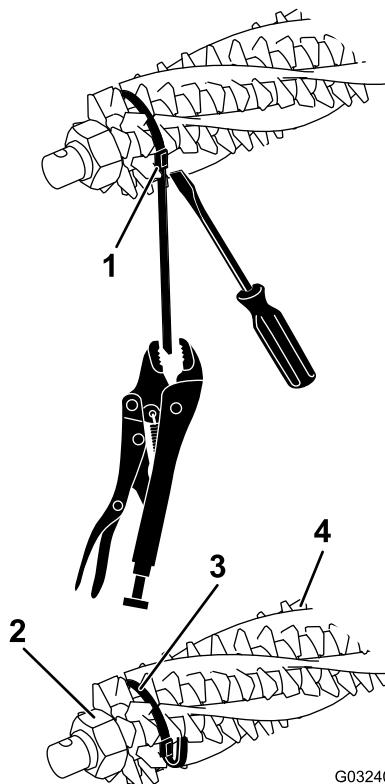
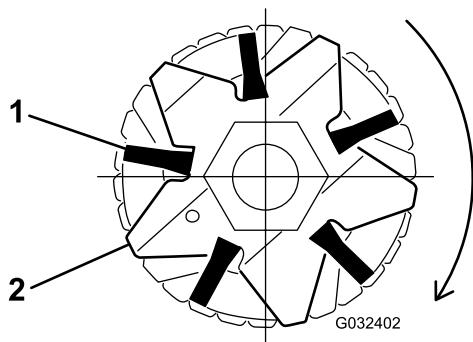

Bild 17
Bild 19
2. Lockern Sie die Befestigungsmuttern des Groomermessers an beiden Enden der Groomerwelle (Bild 17).
- Stellen Sie sich, dass die Bürsten in den Schlitten des Groomermessers sitzen (Bild 17 und Bild 19).
- Wickeln Sie die Riemen lose um die Spindelwelle des Groomers und der Bürsten, wie in Bild 17 abgebildet; setzen Sie die Riemen in die Rillen in den Bürsten ein Bild 19.
Hinweis: Wenn die Kehrbürsten nicht richtig in den Messerschlitten sitzen, lösen Sie an jeder Seite der Groomerwelle die Befestigungsmuttern des Groomermessers, positionieren Sie die Kehrbürsten richtig in den Messerschlitten und ziehen Sie die Befestigungsmuttern des Groomermessers an (Bild 17).
Sie den Riemen fest, bis er in den Bürstenrillen arretiert (Bild 17).